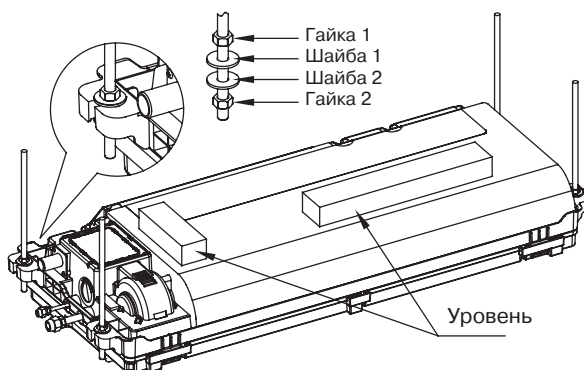

Рисунок 4.8
2. После подъема и установки блока закрепите монтажный шаблон (принадлежность - монтажные винты для панели) на корпусе блока винтами М6×12 (принадлежность - монтажный шаблон). Перед этим проверьте размер и расположение отверстия в потолке. См. Рисунок 4.8.